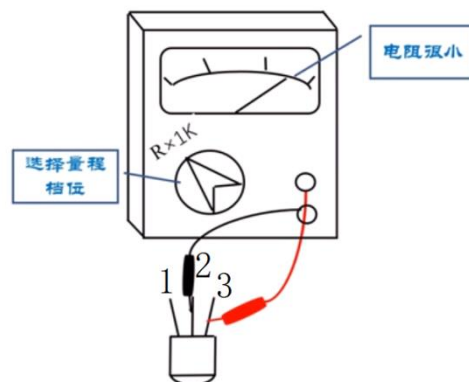

图 3
3.如图 3 所示，用指针万用表检测质量良好的三极管，黑表笔接 2 脚，红表笔分别接 3、1 脚时显示电阻都很小，下列说法正确是（ ）